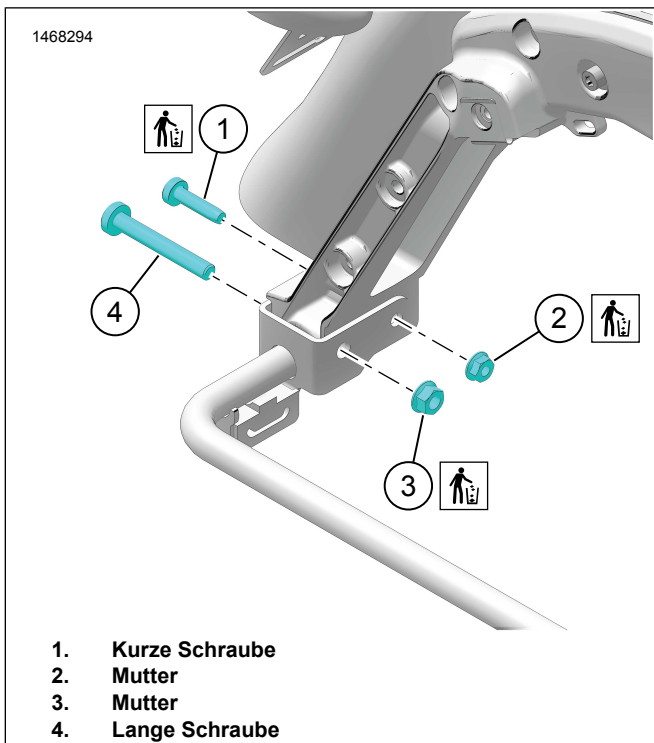

Abbildung 3. Ausbau der Befestigungsteile
1. Siehe Abbildung 3. Die vorhandenen Befestigungsteile entfernen:
- a. Kurze Schraube (1) und Mutter (2). Die Befestigungsteile entsorgen.
- b. Lange Schraube (4) und Mutter (3). Die Mutter entsorgen.